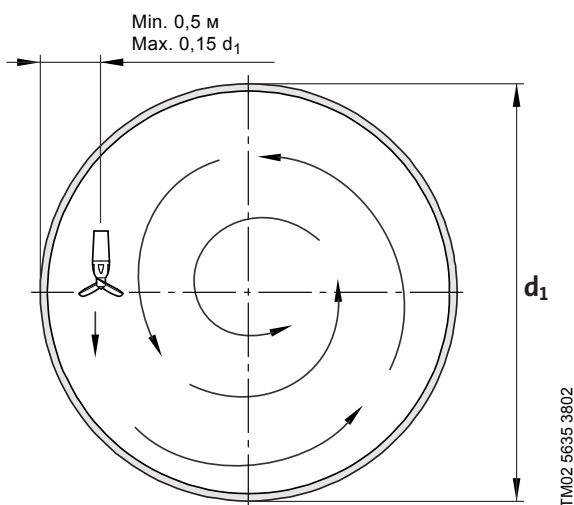

Рис. 29 Твёрдые включения поддерживаются во взвешенном состоянии в цилиндрическом резервуаре.
- чтобы образовывался стабильный, циркуляционный поток, предотвращающий образование осадка. См. рис. 29.